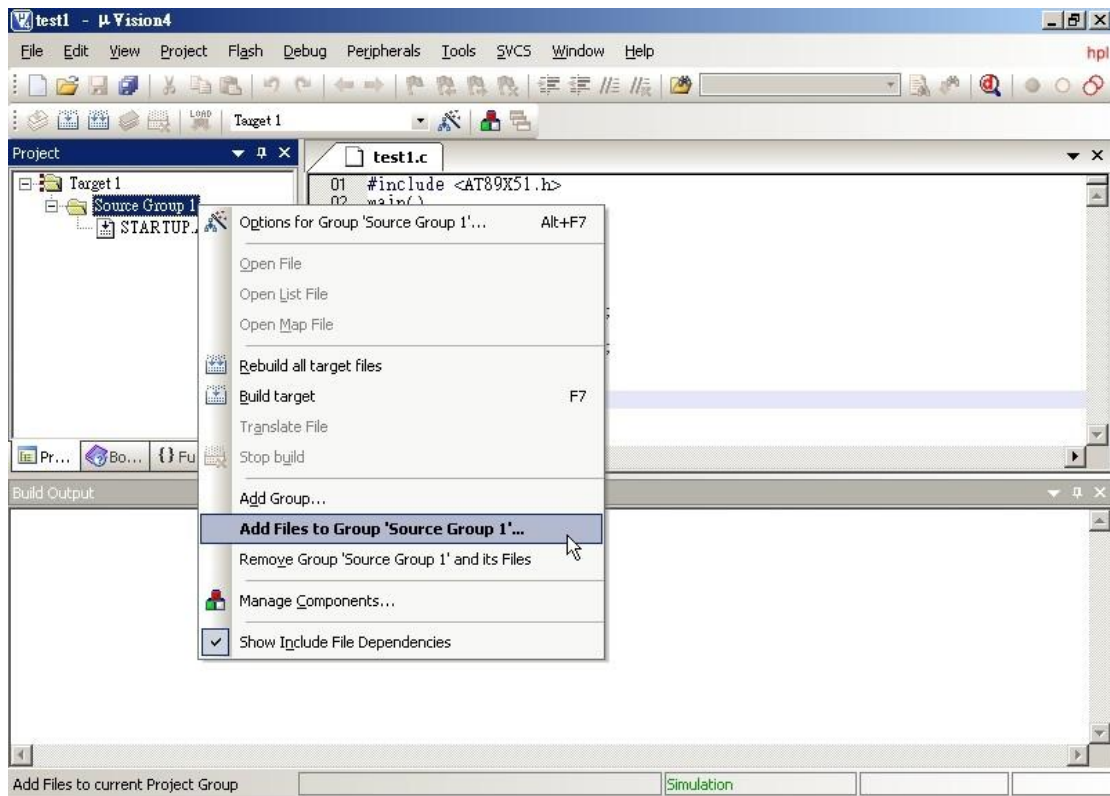

图 1-11 选取 “Add Files to Group ‘Source Group 1’...”
(5) 滑鼠在屏幕左边的 Source Group1 资料夹图示上右键单击，弹出一选单，如图 1-11 所示，在这里能做在项目中增加减少档案等操作。选 “Add Files to Group ‘Source Group 1...’ ” 弹出档案窗口，选择刚刚储存的档案，按下 Add 按钮，将此 c 档案加入到